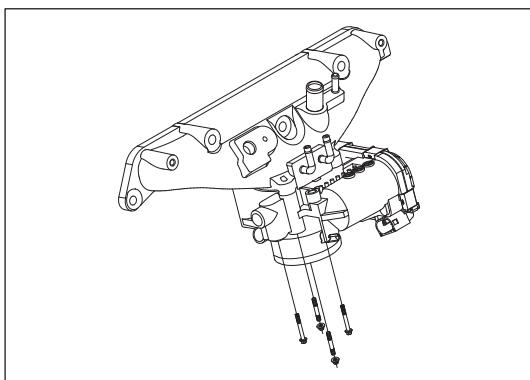

Рис. 8-2-9. Установка дроссельной заслонки
- (5) Установить дроссельную заслонку на впускной коллектор и закрепить ее с помощью двух фланцевых гаек M6 и двух фланцевых болтов M6×50 (см. рис. 8-2-9).